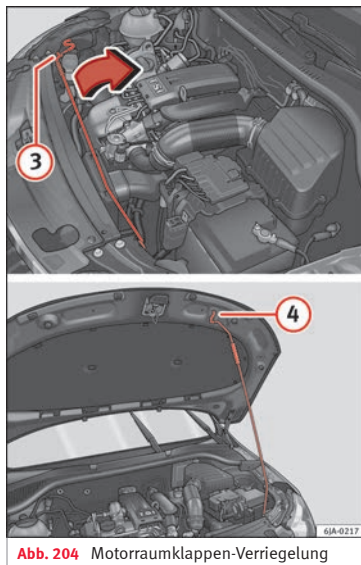

Abb. 204 Motorraumklappen-Verriegelung
- Nehmen Sie die Klappenstütze **3** » Abb. 204 in Pfeilrichtung aus der Halterung und sichern Sie die geöffnete Motorraumklappe, indem Sie das Ende der Stütze in die dafür vorgesehene Öffnung **4** einsetzen.